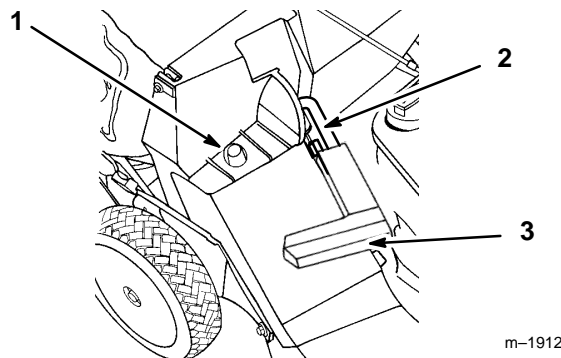

Abbildung 12
2. Darauf achten, daß der Griff der Auswurfkanaltür ganz vorne steht und der Stift in der Sperre sitzt (Abb. 12).
3. MONTAGE DES KORBS – Das Loch im Korbrahmen auf den Haltepfosten am Auswurfkanal schieben (Abb. 12). Die Hinterseite des Korbrahmens auf die Haltestange setzen.
5. LEEREN DES KORBS – Motor abstellen und warten, bis alle Teile stillstehen. Den Griff der Auswurfkanaltür anheben und nach vorne bewegen, um den Verriegelungsstift in der Sperre einzurasten (Abb. 12). Die Griffe vorne und hinten am Korb greifen und den Korb vom Rasenmäher herunterheben. Den Korb langsam nach vorne kippen, um die Grasreste herauszuschütten.